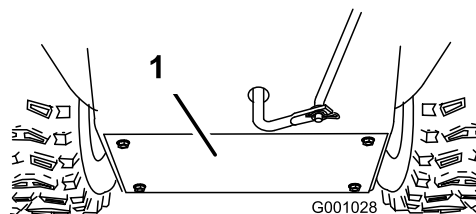

**Figure 41**
Graissez légèrement l'arbre hexagonal une fois par an avec de l'huile moteur de type automobile (Figure 41).
**Important:** Veillez à ne pas faire couler d'huile sur la roue en caoutchouc ou le plateau d'entraînement à friction en aluminium ou la transmission patinera (Figure 41).